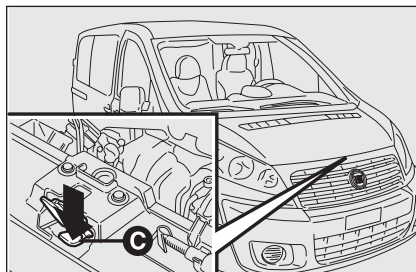

fig. 106
- premere sulla levetta **C**-fig. 106 del cofano motore;